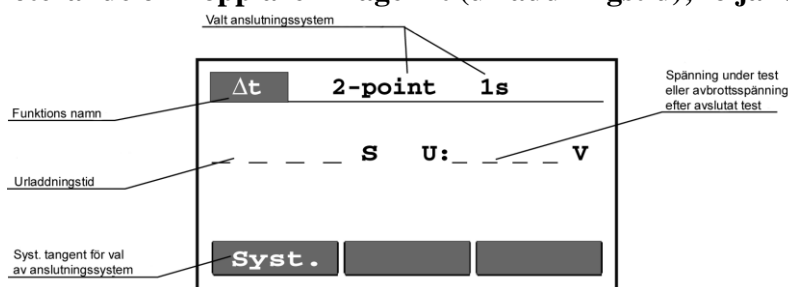

Fig.21. Grunddisplay i Δt läge
1. Ställ den roterande omkopplaren i läge Δt (urladdningstid); displayen i fig.21 visas.